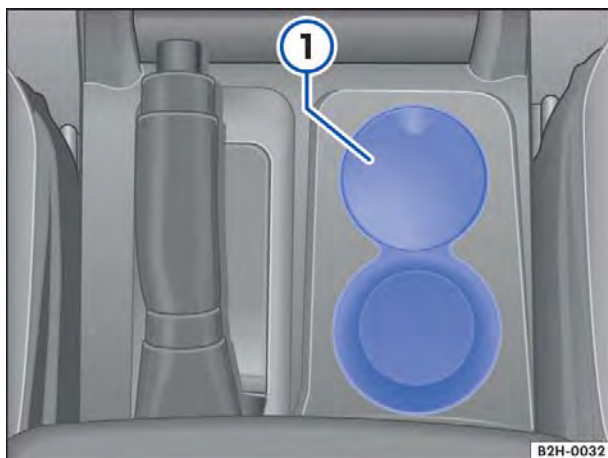

Fig. 140 No console central: cinzeiro.
- Retirar o cinzeiro ⇒ Fig. 140 ① e esvaziar.